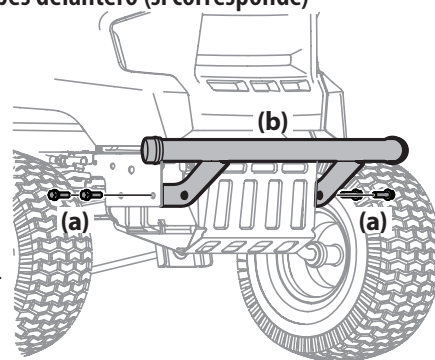

Figura 10
- Coloque los soportes del paragolpes hacia el interior del bastidor del tractor y fíjelos en su lugar con los cuatro tornillos hexagonales (a). Ajuste hasta 332–405 pulgadas-libras (37.5–45.75 N-m). Consulte la Figura 10.